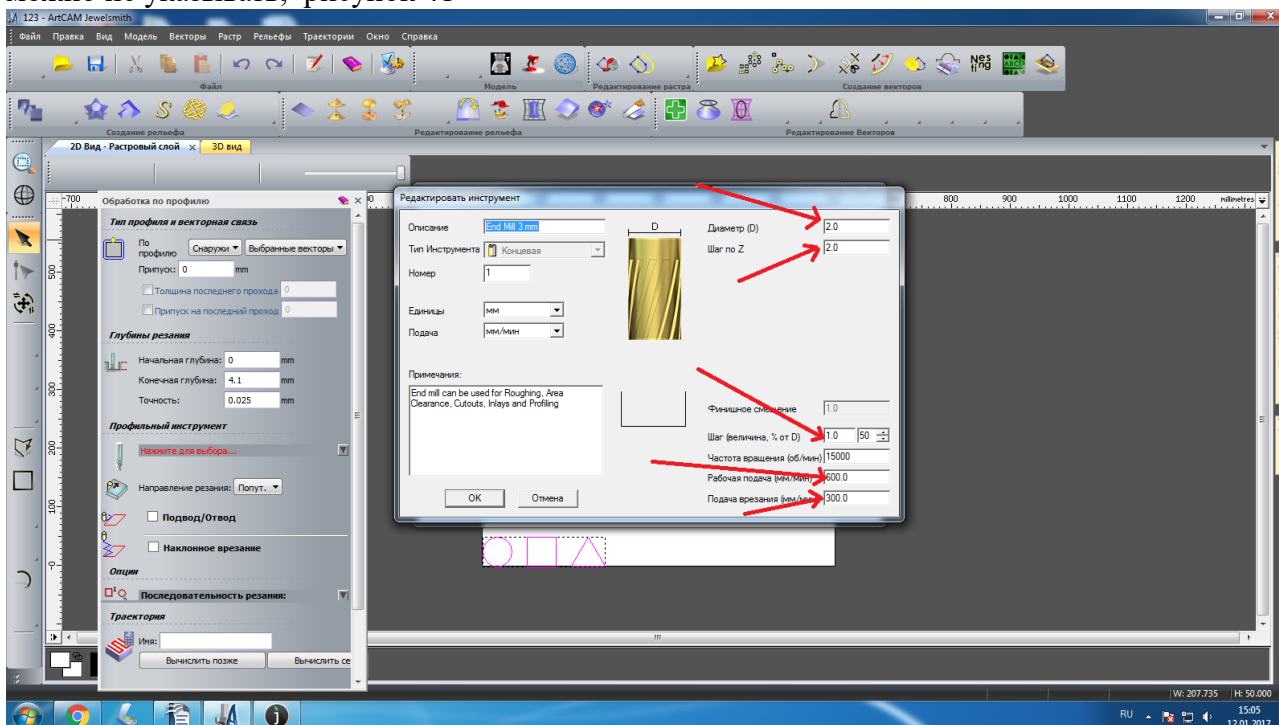

Рисунок 41. Изменение параметров инструмента.
43. В колонке полей справа введите параметры обработки для инструмента. Диаметр-2мм, шаг по Z-2мм, шаг-величина-1 мм, , рабочая подача.-600мм/мин, подача врезания-300мм/мин. Параметр «частота вращения» не используется программой CNCut. Его значение можно не указывать, рисунок 41